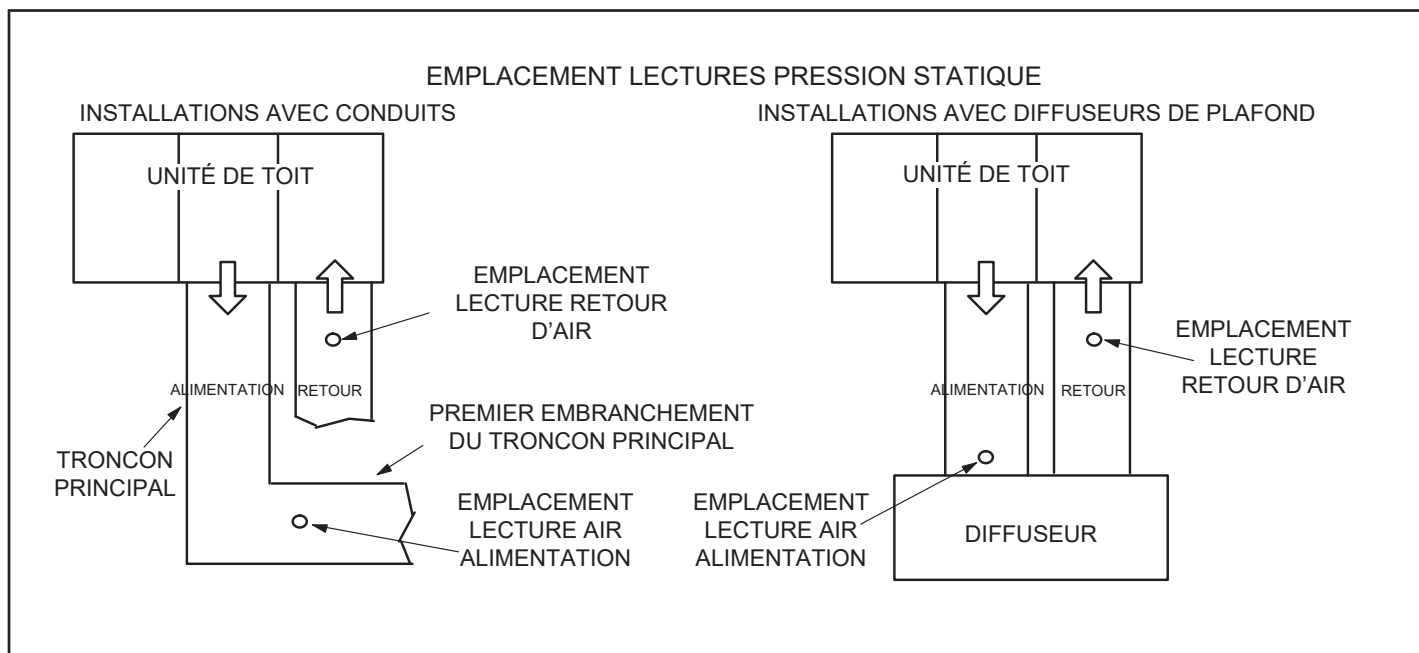

FIGURE 24
- 2 - Avec tous les panneaux d'accès en place, mesurez la pression statique à l'extérieur de l'unité (depuis l'alimentation jusqu'au retour). Les données de rendement du ventilateur sont basées sur les mesures de pression statique réalisées aux endroits indiqués à la FIGURE 24.